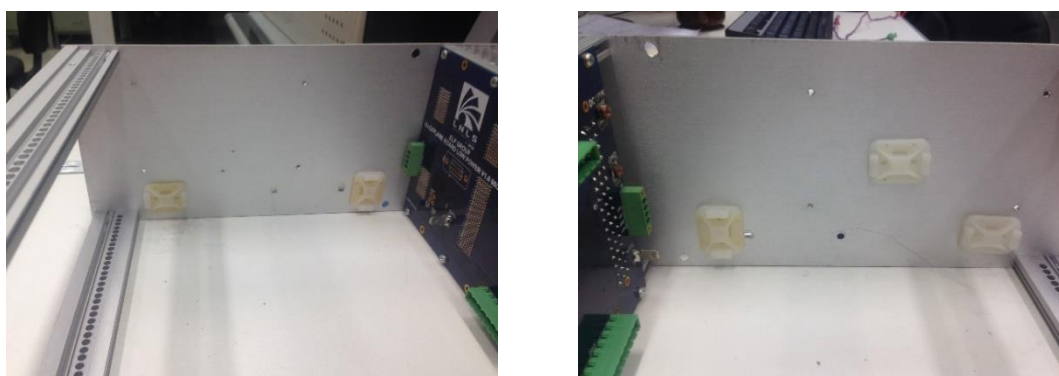

Figura 11 - Inserção dos fixadores autoadesivos Reimold
4.2.4 Adesivar os fixadores autoadesivos Reimold nas chapas laterais, conforme a Figura 11.